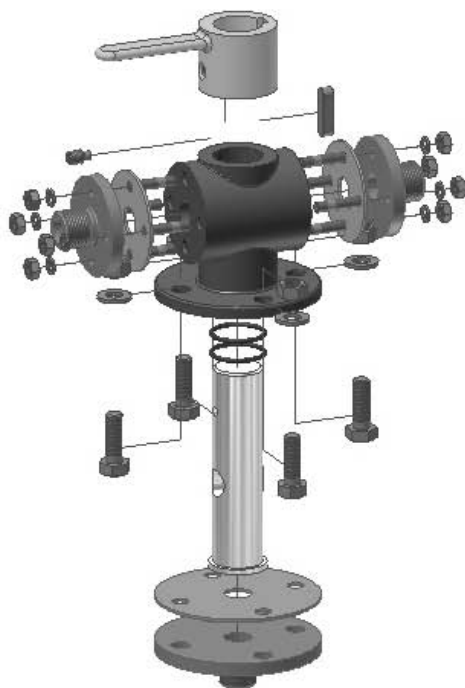

Рис. 9.62. Окончательная схема разнесения
11. Окончательная схема разнесения данной сборки представлена на рис. 9.62.